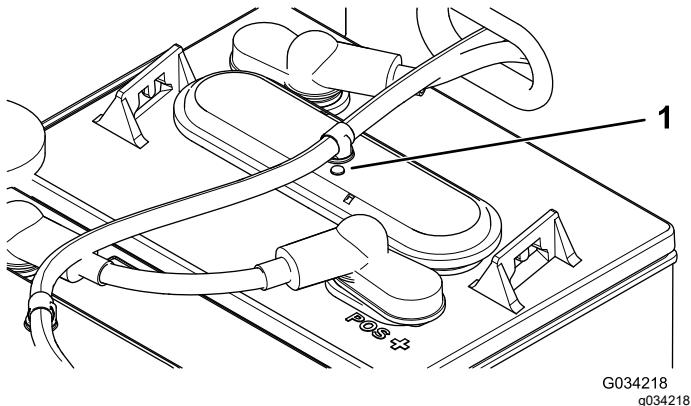

Рисунок 37
- Проверьте смотровые отверстия на каждой аккумуляторной батарее, чтобы определить их цвет (черный или белый) (Рисунок 37).